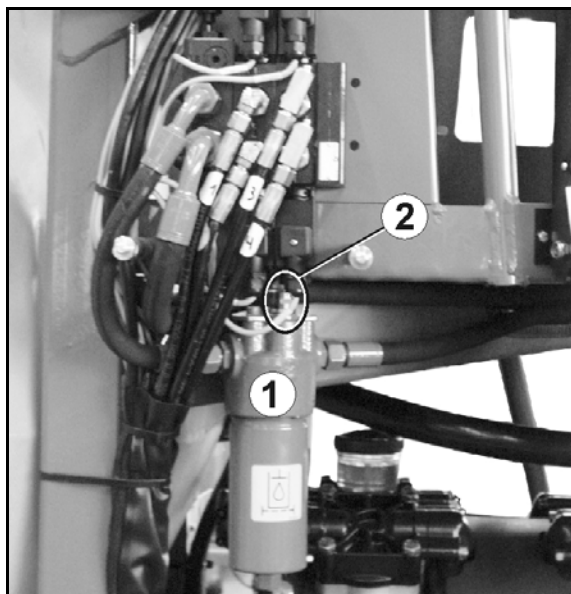

Bild 174
1. Skruva loss magnethättan (Bild 174/1).
2. Ta av magnetspolen (Bild 174/2).
3. Dra ut ventilspindeln (Bild 174/3) med ventilsäten och rengör med tryckluft eller hydraulolja.